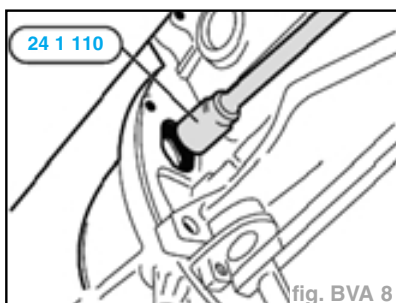

fig. BVA 8
- Déposer les 3 vis de fixation du convertisseur (fig. BVA 8).